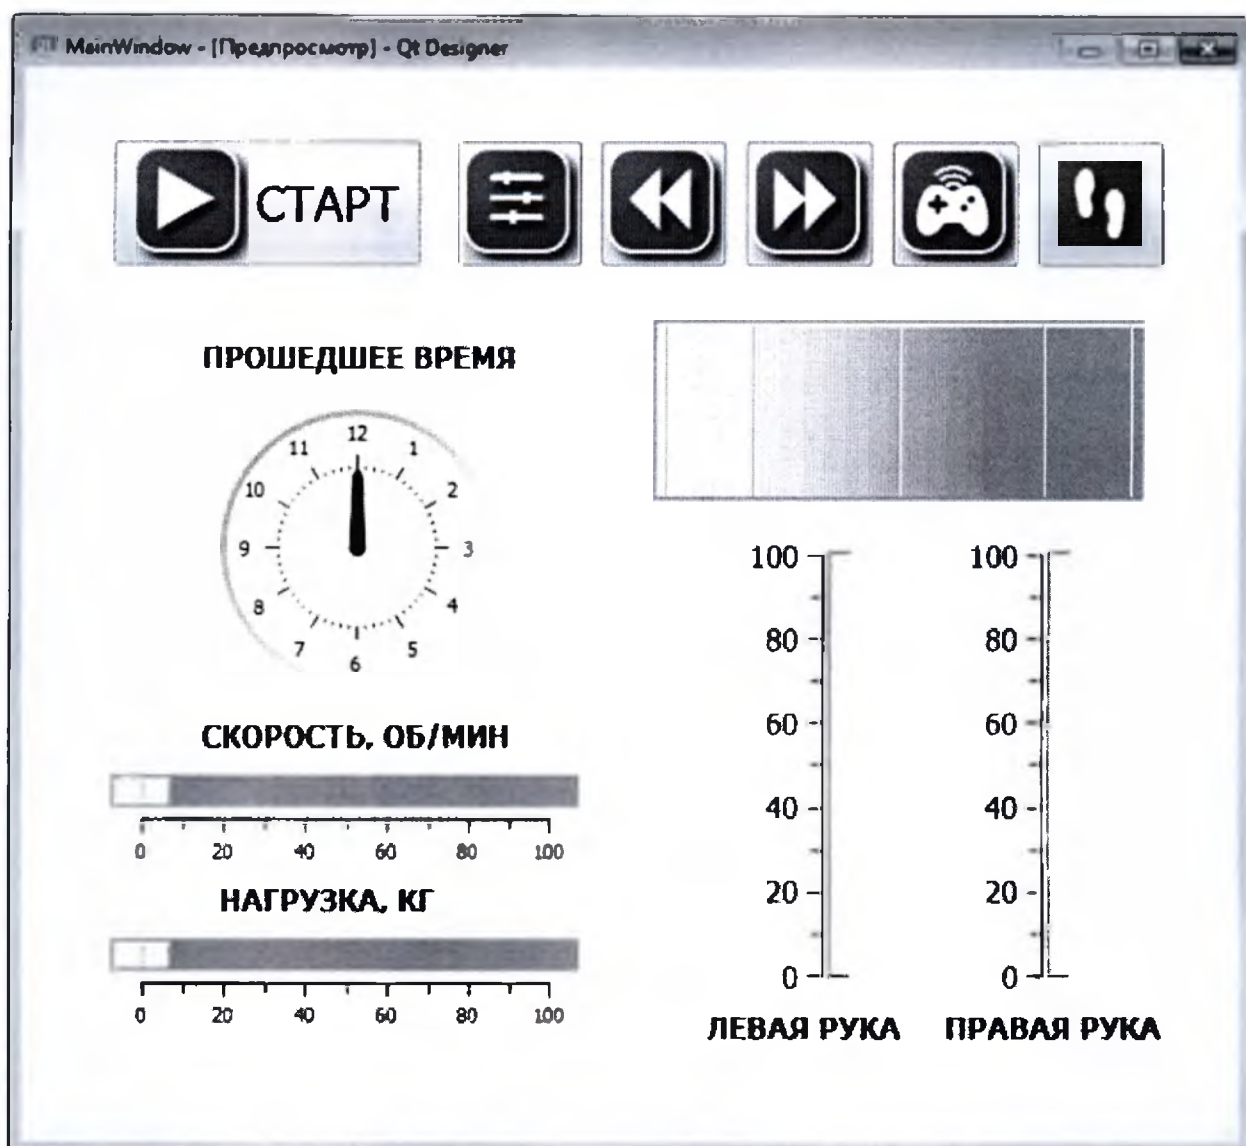

Рис. 1. Главный экран прибора
- h. для того чтобы вернуться на главный экран (Рис.1), нажмите иконку «стрелки» в правом нижнем углу экрана.